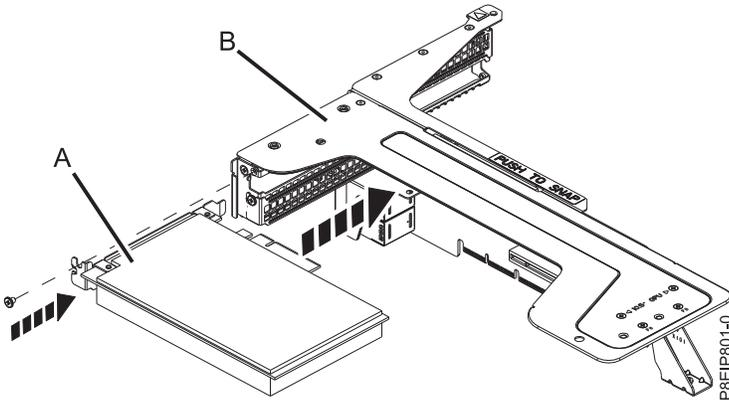

Figure 56. Insertion d'une carte dans la position 3 du connecteur de bus PCIe
- f. Insérez la carte PCIe **(A)** se trouvant en position 3 dans le connecteur de bus de la carte PCIe **(B)** comme illustré dans la figure 56, à la page 86.